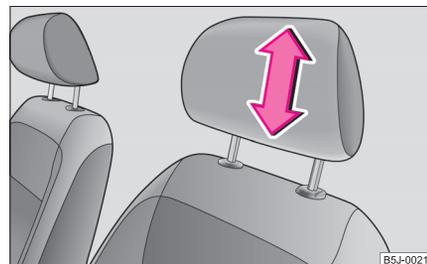

Fig. 46 Ajustar el reposacabezas
- Asir el reposacabezas por los lados con las dos manos y desplazarlo en sentido del eje de las barras guía de metal, en las en sentido de la flecha ⇒ fig. 46 hacia arriba o hacia abajo. ▶